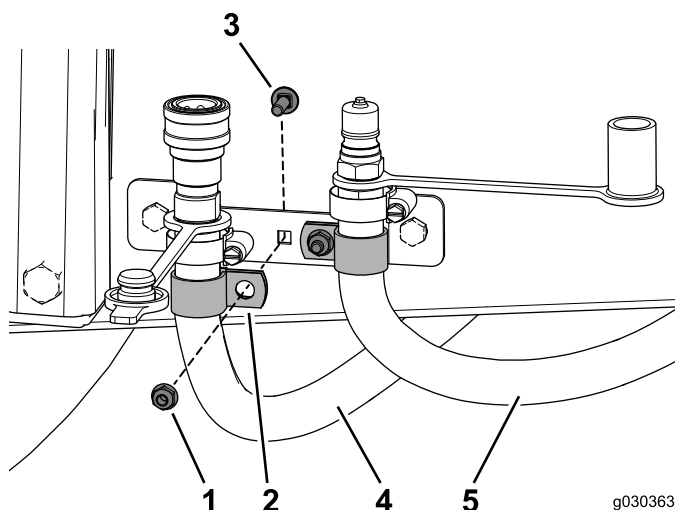

Figura 45
3. Coloque um grampo em R em torno de cada um dos tubos (Figura 45).
4. Fixe o grampo em R utilizando o parafuso de carroçaria (1/4 x 3/4 pol.) e a porca flangeada (Figura 45).